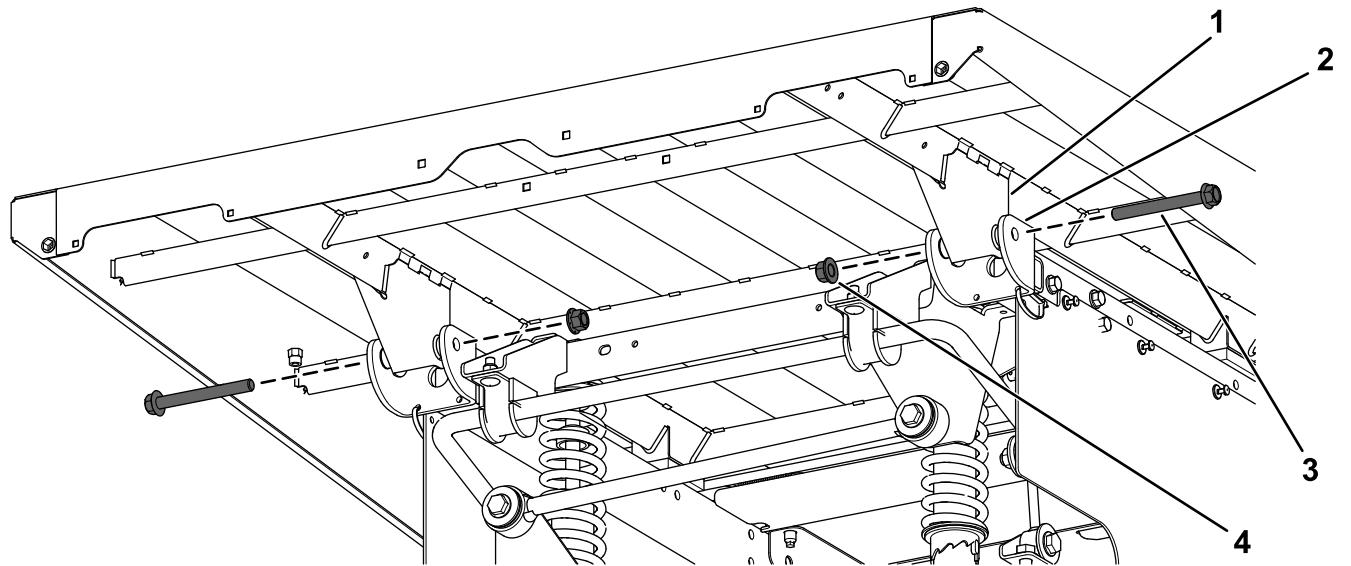

Figura 8
2. Baje la plataforma plana con cuidado hasta que los orificios de los soportes de giro queden alineados con los orificios de montaje de los soportes de la plataforma plana (Figura 8).
3. Sujete el conjunto de plataforma plana a los soportes de giro usando los 2 pernos con arandela prensada (½" x 4½") y las 2 contratuerca (½"), como se muestra en la Figura 8.